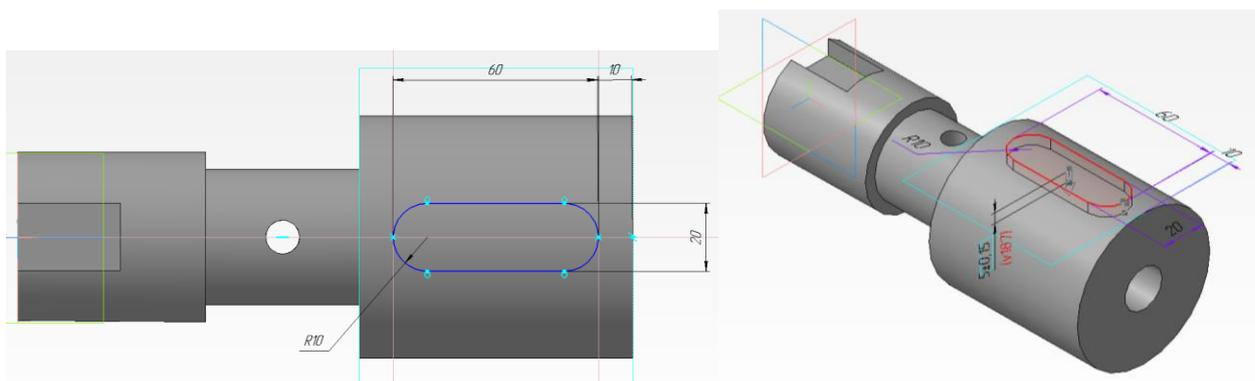

Рисунок 17.
12. Создаем эскиз шпоночного паза. В качестве плоскости выбираем касательную плоскость. По размерам выполняем эскиз шпоночного паза (рисунок 17).
13. Далее через - **Редактирование детали**, выбираем - **Вырезать выдавливанием**, задаем расстояние - 5. После появления фантома - **Создать объект** (рисунок 17)